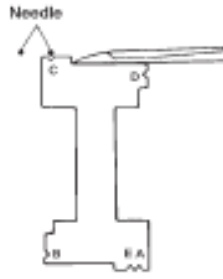

Fig. 7
Put the right needle in "V" groove corresponding to Marks (A-E) on the Gauge then apply the point of Looper to the Gauge and tighten Screw (A).(Fig. 7)
Coloque la aguja de la derecha en la ranura en "V" correspondiente a las Marcas (A-E) sobre el Calibrador después coloque la punta del Engazador contra el calibrador y apriete el tornillo (A)(Fig. 7)